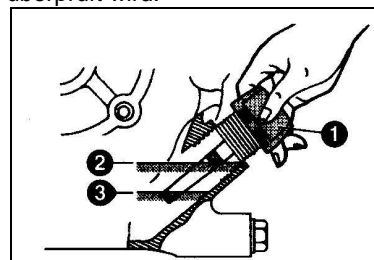

Bild 10
- Bild 10: Sicherstellen, dass Kraftstoff im Tank ist und der Motor ausreichend mit Öl befüllt ist.